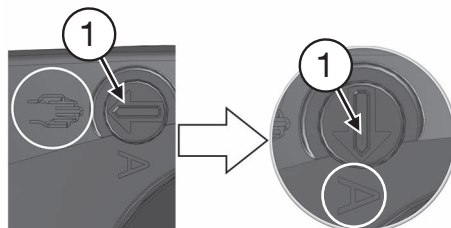

Fig. 18
7. Régler l'**interrupteur (1)** sur **service automatique**, en le tournant avec un tournevis **dans le sens inverse des aiguilles d'une montre de 90°**, de telle manière que la flèche pointe sur «A» (fig. 18).